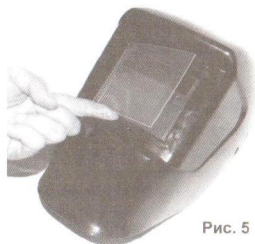

Рис. 5
- Для замены линзы, нажмите пальцем на углубление в нижнем углу смотрового окна, выгните край линзы вверх, пока он не отделится от зажима с одной стороны (См. Рис.5).